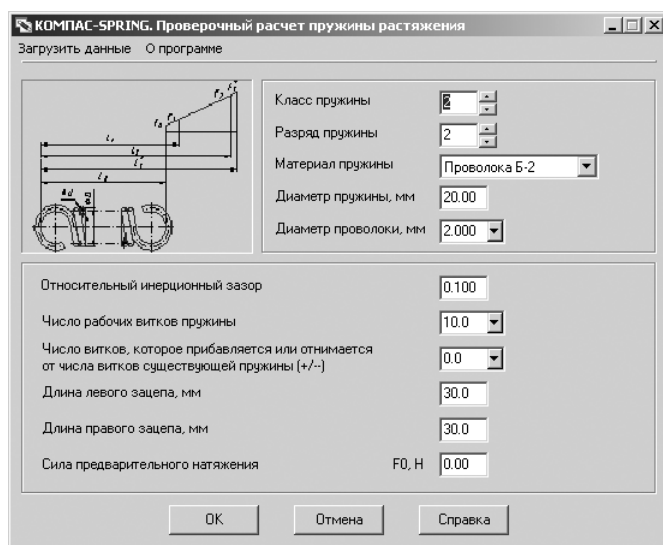

Рис. 4.30. Главное окно системы КОМПАС-SPRING. Проверочный расчет пружины растяжения
- щелкните в главном окне системы **Проектирование цилиндрической пружины растяжения** по кнопке **Проверочный расчет**. Появится главное окно системы **КОМПАС-SPRING. Проверочный расчет пружины растяжения**, см. рис. 4.30.